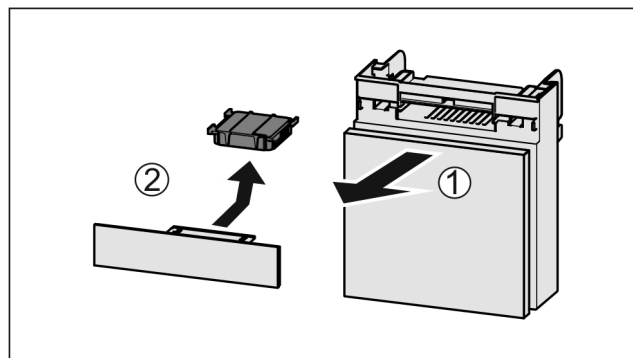

Fig. 122
- Издърпайте Fig. 122 (1) напред от отделениято.
- Извадете Fig. 122 (2) филтъра с активен въглен.